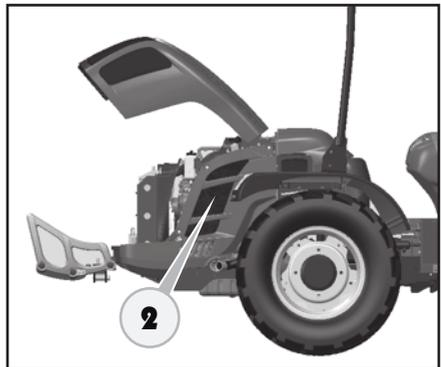

Abb. 6.3
Immer vor dem Öffnen der Motorhaube den Bumper herunterlassen (Abb. 6.3).
Den entsprechenden Schlüssel in das Entriegelungsschloss (1) auf der rechten Seite des Stoßdämpfers einsetzen und die Motorhaube anheben (Abb. 6.3).